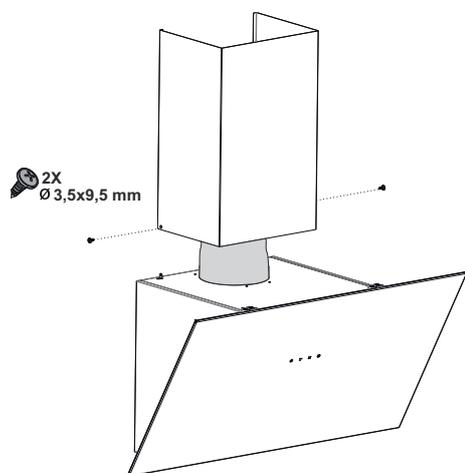

Fig. 15
- Avvitare la canna fumaria al corpo dal lato destro e sinistro (Fig. 15).